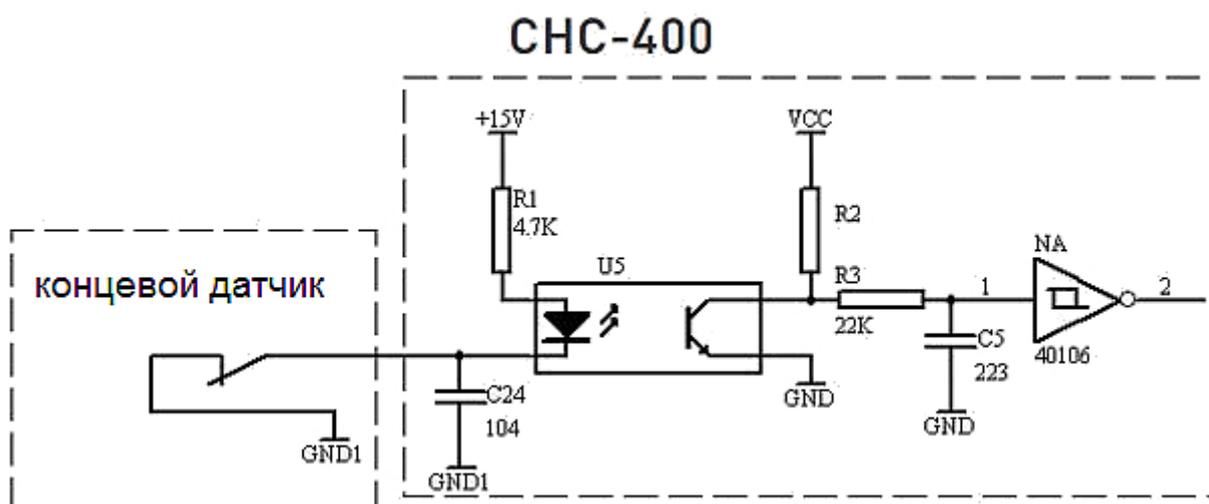

Рис. 9. Подключение концевых датчиков
2. Датчики, подключаемые к контроллеру CHC-400, должны быть НЗ. Подключение проводить согласно схеме на рис.9.